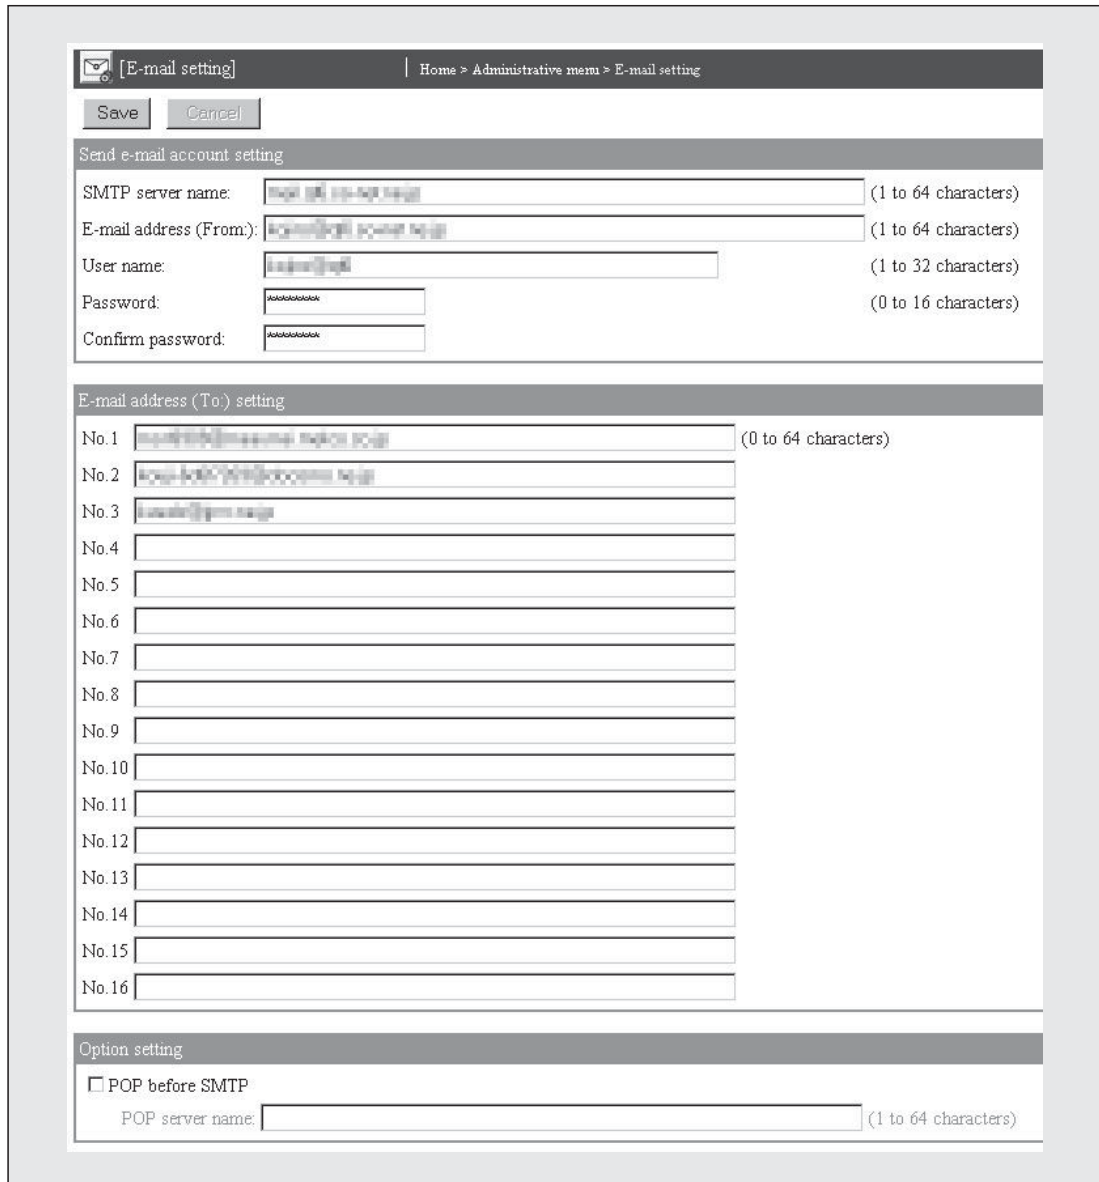

Abb. 7-36: Im Dialogfenster „E-mail setting“ können die Adressen von bis zu 16 Empfängern eingestellt werden
- ① Eine E-Mail wird versendet, wenn der Eingang X20 eingeschaltet wird. Zuerst werden im Operanden (s1)+0 die Bits 12, 11, 10 und 7 gesetzt und damit festgelegt;
- ② In (s1)+2 wird der Empfänger der E-Mail eingetragen. In diesem Beispiel wird in diesen Operand eine „1“ geschrieben und damit die E-Mail an die Adresse gesendet, die in der ersten Zeile der Liste mit den E-Mail-Adressen steht (siehe Abb. 7-36).
- ③ Die Nummer der Datenaufzeichnung wird in (s1)+3 eingetragen.
- ④ Die aktuelle bzw. die letzte Datei mit aufgezeichneten Daten soll gesendet werden. Aus diesem Grund wird in (s1)+4 eine „0“ eingetragen.
- ⑤ Die gesamte Datenlänge der E-Mail („Betreff“ + Inhalt der E-Mail) wird in der Einheit „Worte“ in (s1)+8 eingetragen.
- ⑥ In (s1)+9 wird die Länge des „Betreff“ in der Einheit „Worte“ gespeichert.
- ⑦ Der „Betreff“ der E-Mail wird als Zeichenfolge im ASCII-Code ab D100 eingetragen.
- ⑧ Daran anschließend werden ab D105 die Daten eingetragen, die innerhalb der E-Mail übertragen werden sollen. Auch diese Daten werden im ASCII-Code gespeichert.
- ⑨ Die WMSSEND-Anweisung wird ausgeführt und die E-Mail gesendet.